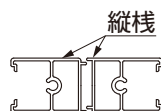

図3-3
- 縦棧は、図3-3のようになるように取付けてください。
③スライドさせた上・下棧を元の位置に戻してください。